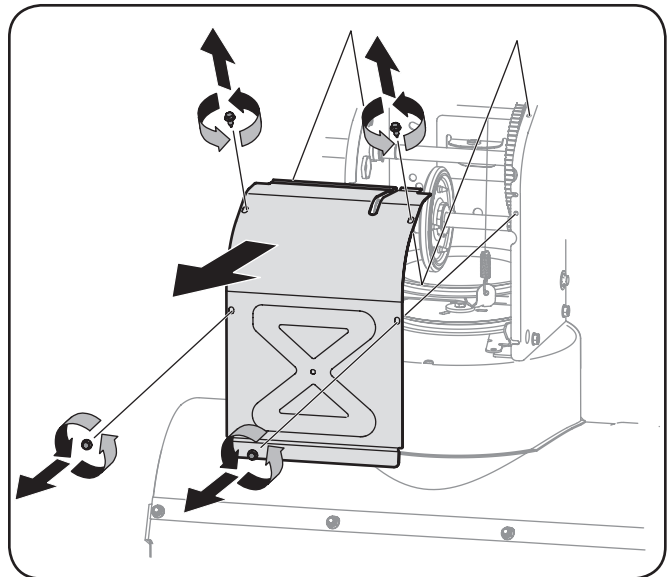

Figure 6-5
3. Enlevez le couvercle du châssis sous la souffleuse à neige en retirant les vis autotaraudeuses qui fixent le couvercle au châssis. Voir la Figure 6-5.